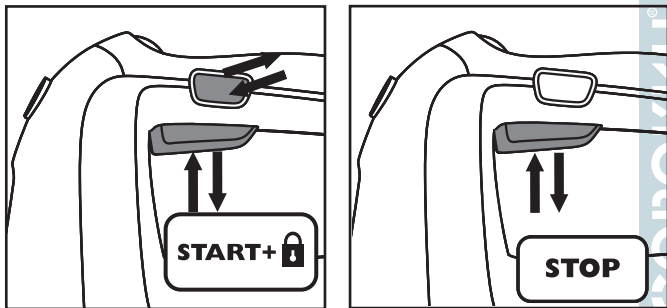

Рисунок 5. Запуск с фиксацией, отключение
2. Кнопка фиксатора (рис. 5). Ваш инструмент оборудован кнопкой фиксатора. Для непрерывной работы инструмента нажмите пусковую клавишу, нажмите и удерживайте кнопку фиксатора, затем отпустите пусковую клавишу, после этого отпустите кнопку фиксатора. Лобзик будет продолжать работать. Для его выключения нажмите пусковую клавишу и отпустите её. Если во время работы фиксатор задействован, а Ваш инструмент отключился от питания, незамедлительно отключите кнопку фиксатора.